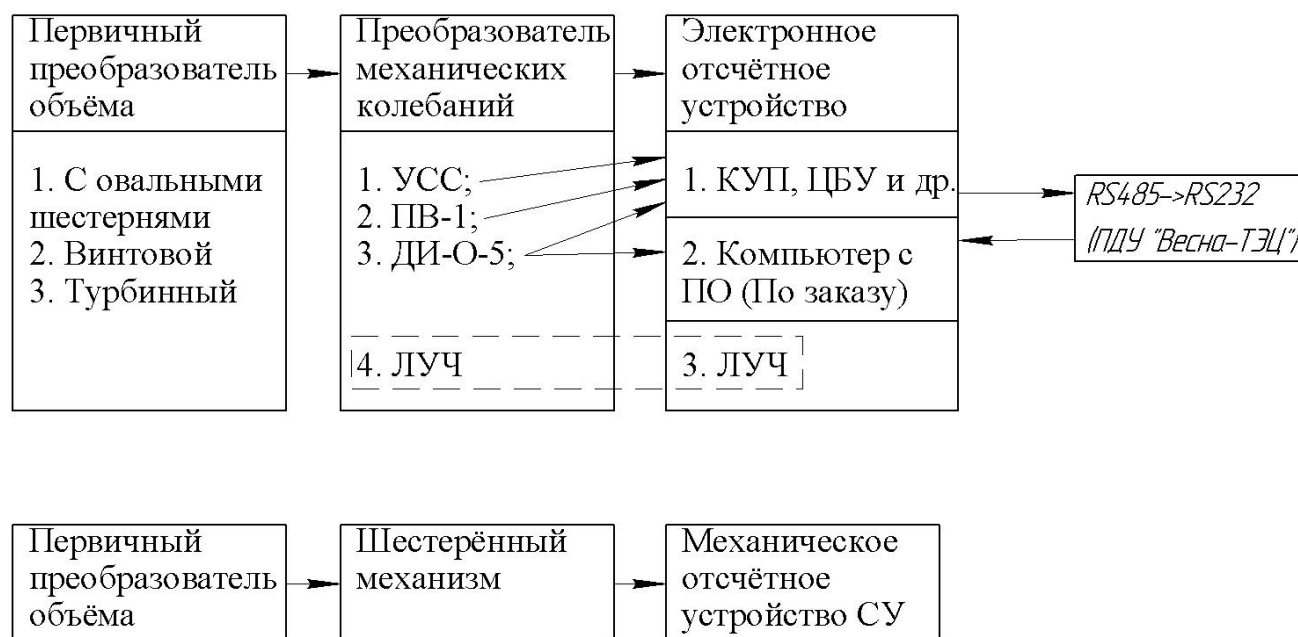

Рисунок 1 – Состав счётчиков жидкости СЖ.
4.1 Счётчики состоят из следующих основных узлов (Рисунок 1):